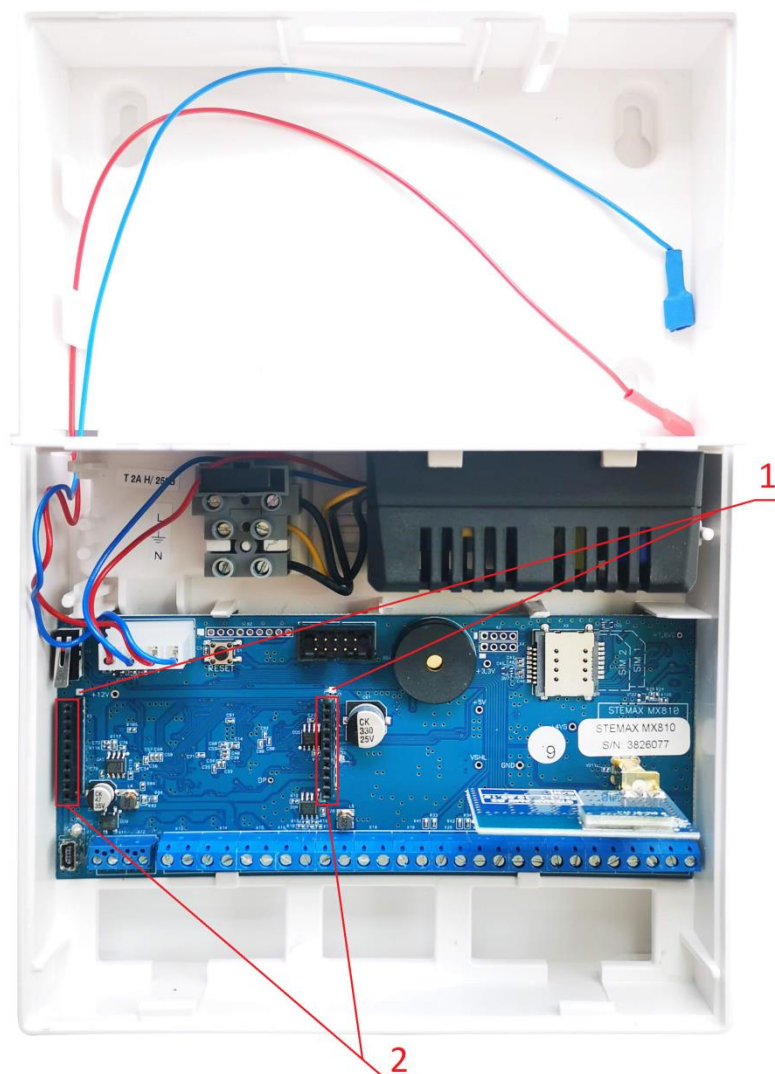

Рисунок 3.2 – Вид контроллера STEMAX MX810 со снятой крышкой
В качестве примера на иллюстрации (см. рисунок 3.2) приведена плата контроллера STEMAX MX810, на которой выделены слот для подключения модуля (2) и метки для правильной установки модуля (1).